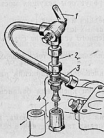

Рис. 134. Очистка и промывка клапана вентиляции картера двигателя автомобиля Урал-375Д:
3. Через одно ТО-2 очистите и промойте клапан вентиляции картера двигателя и соединительные трубки 2 (рис. 134) и 3.